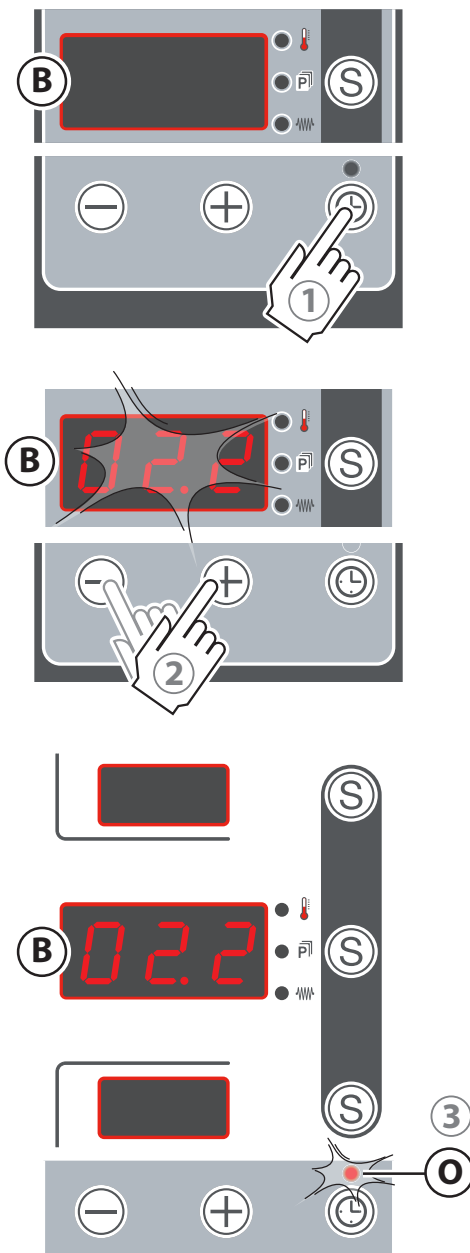

Abb.16.
► Kap. „**Programmierte Einschaltung**“ auf Seite **14** und konsultieren **Abb.16.**
#### ► Abb.16.